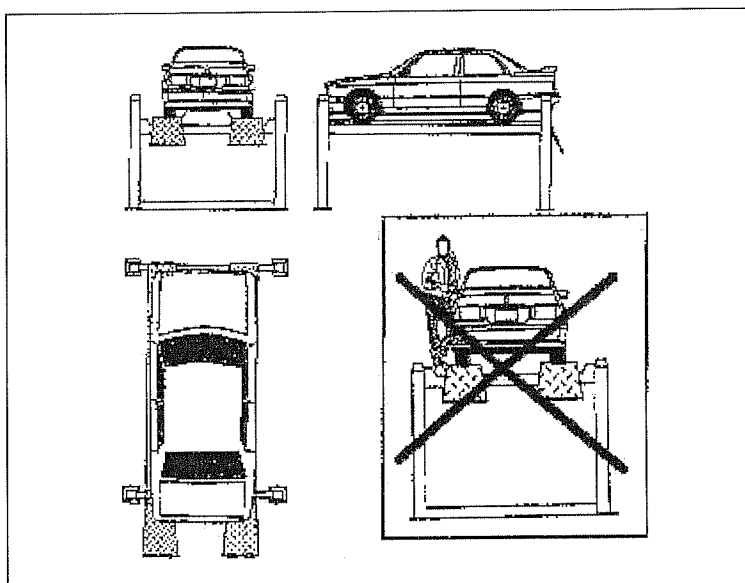

Рис. 22. Правильно установленный на подъемнике автомобиль
- всегда убеждайтесь в правильности установки автомобиля на подъемнике (см. Рис.22),